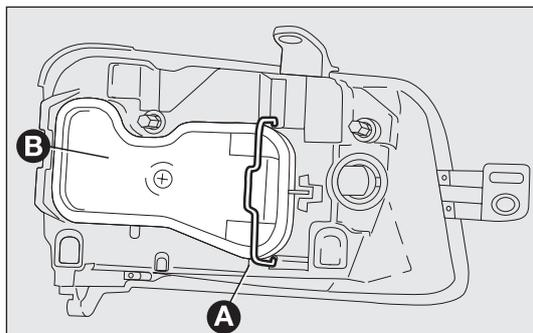

fig. 141
- quite la ballestilla de fijación A-fig. 141 y extraiga la tapa B;